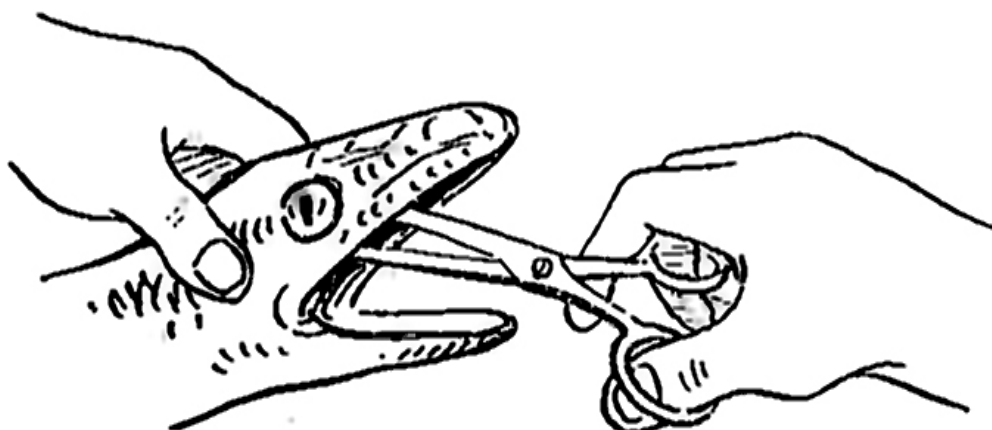

Рисунок 19 – Удаление мышц змеи через рот
3.2. Шкурка головы у змей не снимается с черепа, так как кости черепа срослись с кожей головы. Поэтому мускулатуру с черепа удаляют через ротовую полость с внутренней стороны при помощи ножниц (рисунок 19).